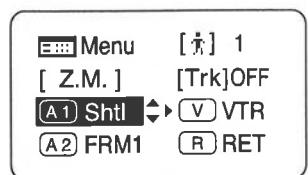

Fig5-1
- 操作キーで割り付けを行いたいスイッチ名を選択した後に、Setキーを押してください。スイッチ名とデフォルトまたは、前回設定が点滅表示になります。(Fig5-1)